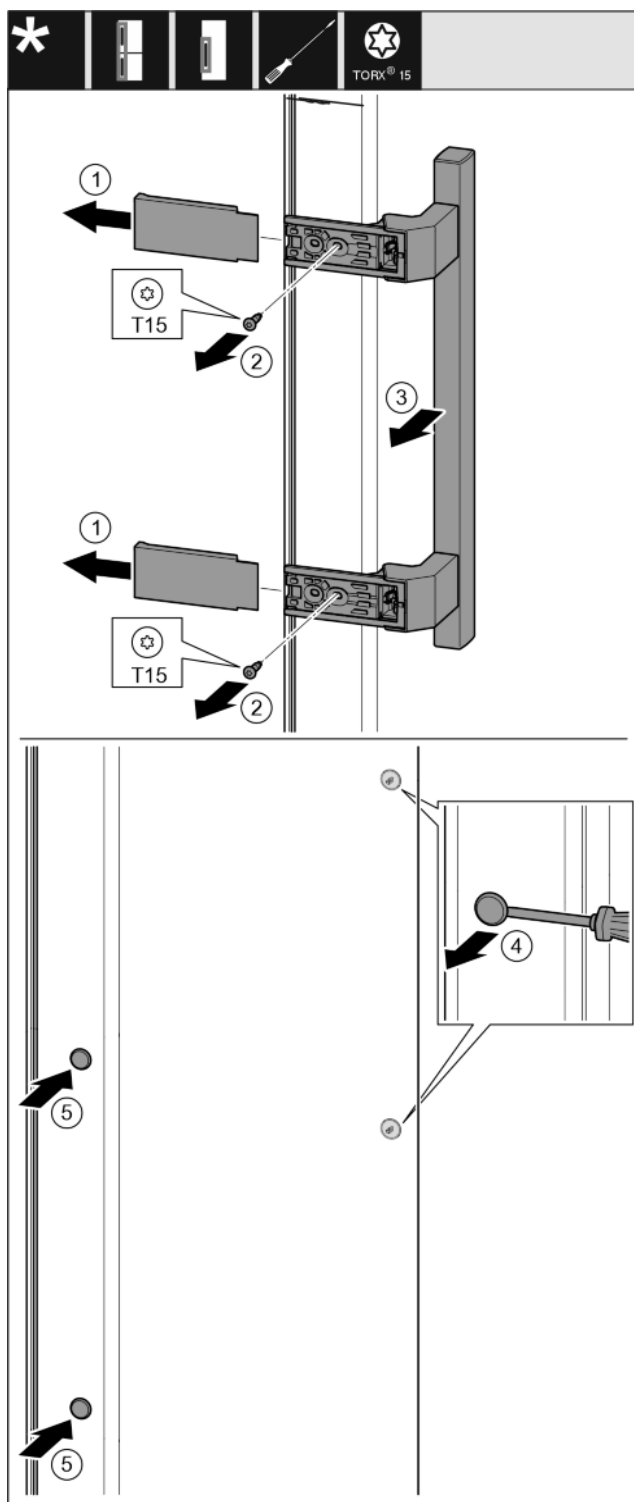

Fig. 30
- ▶ Zdjąć osłonę. Fig. 30 (1)
- ▶ Śruby wykręcić przy pomocy śrubokręta T15. Fig. 30 (2)
- ▶ Zdjąć uchwyt. Fig. 30 (3)
- ▶ Boczną zatyczkę ostrożnie podważyć przy pomocy śrubokręta i wyjąć. Fig. 30 (4)
- ▶ Zatyczkę założyć ponownie z drugiej strony. Fig. 30 (5)